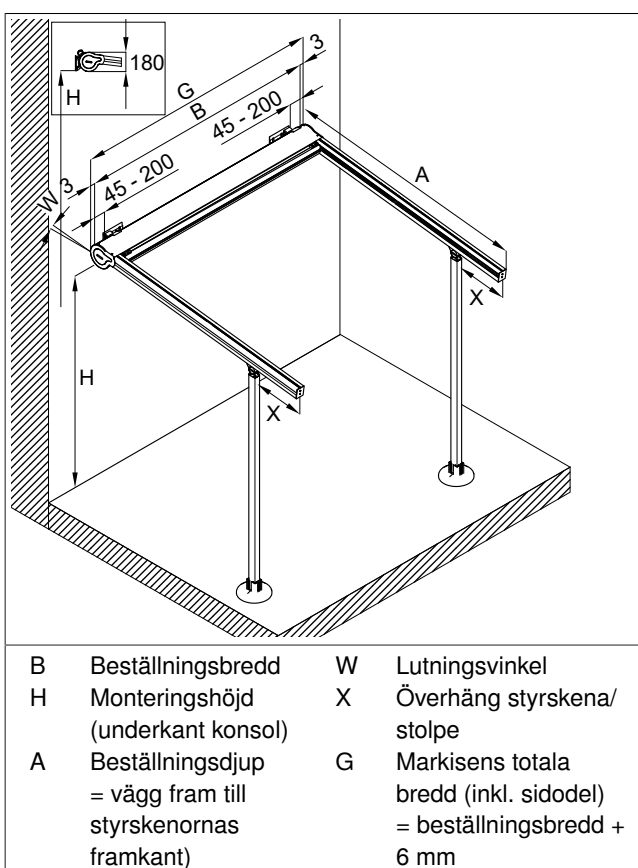
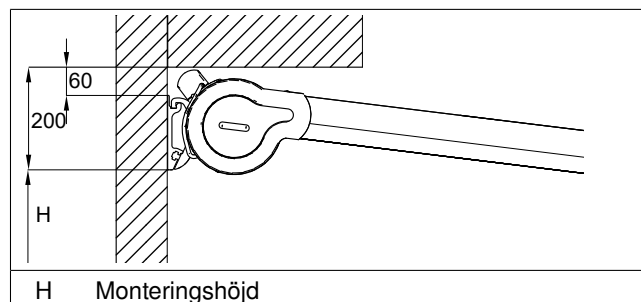
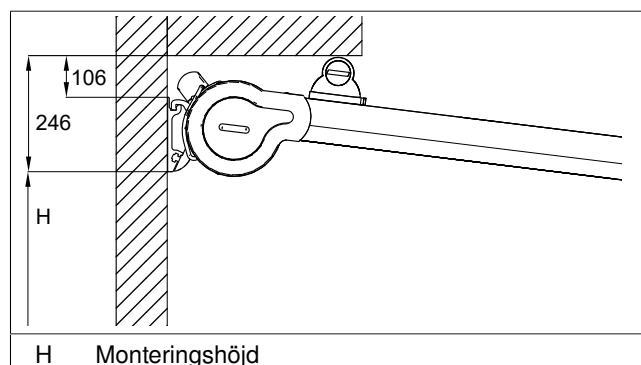

Bild 3: Måttskiss för fristående Perea P40 (alla måttangivelser i mm)
Bild 4: Nödvändigt monteringsutrymme uppåt när fast förstärkningsprofil används (alla måttuppgifter i mm)
Bild 5: Nödvändigt monteringsutrymme uppåt när medlöpande förstärkningsprofil används (alla måttuppgifter i mm)
- Skjut fästet till position. Beakta det maximala avståndet från markisens ytterkant (se Bild 3). Dra inte åt skruven ännu, fästet måste fortfarande vara inställbart för den senare justeringen mot konsolen.
- Överför konsolens position på monteringsunderlaget (se Bild 3/Sidan 7). Beakta det nödvändiga avståndet till taket (se Bild 4 eller se Bild 5). Se till att de har samma höjd.
<ul style="list-style-type: none"> ■ Överför svärdspositionen för takregelmontering på monteringsunderlaget (se Bild 3/Sidan 7). Se till att de har samma höjd. ■ Håll svärdet för takregelmontering justerat lodrätt och vågrätt vid markeringen! ■ Överför borbild! ■ Borra fästhål!